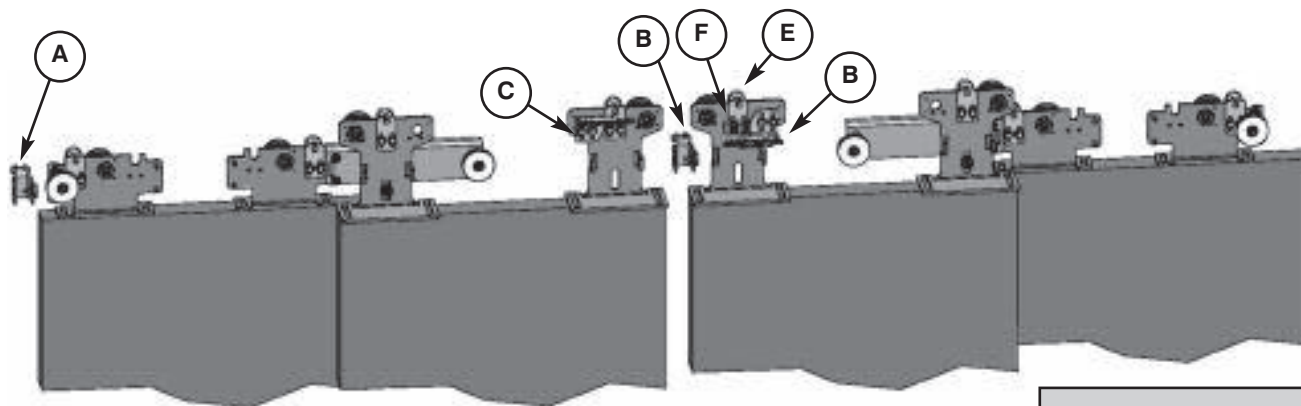

Fig. 25
Contrôler la disposition des dispositifs antidéraillement sur les chariots en fonction du type d'automatisme en se reportant aux Fig. 25, 26, 27 part. E.
- Fig. 25 part.C,D en cas d'automatisme à 4 vantaux
Automatisme 4 vantaux: les 2 butées sont positionnées à l'extrémité gauche de la poutre (Fig. 25 part.A) et à proximité du centre sur le vantail droit (Fig. 25 part.B)
Pour régler la course des vantaux, desserrer les vis de fixation de la butée (Fig. 25, 26, 27 part A, B) et faire avancer la butée en position avant de serrer les vis.